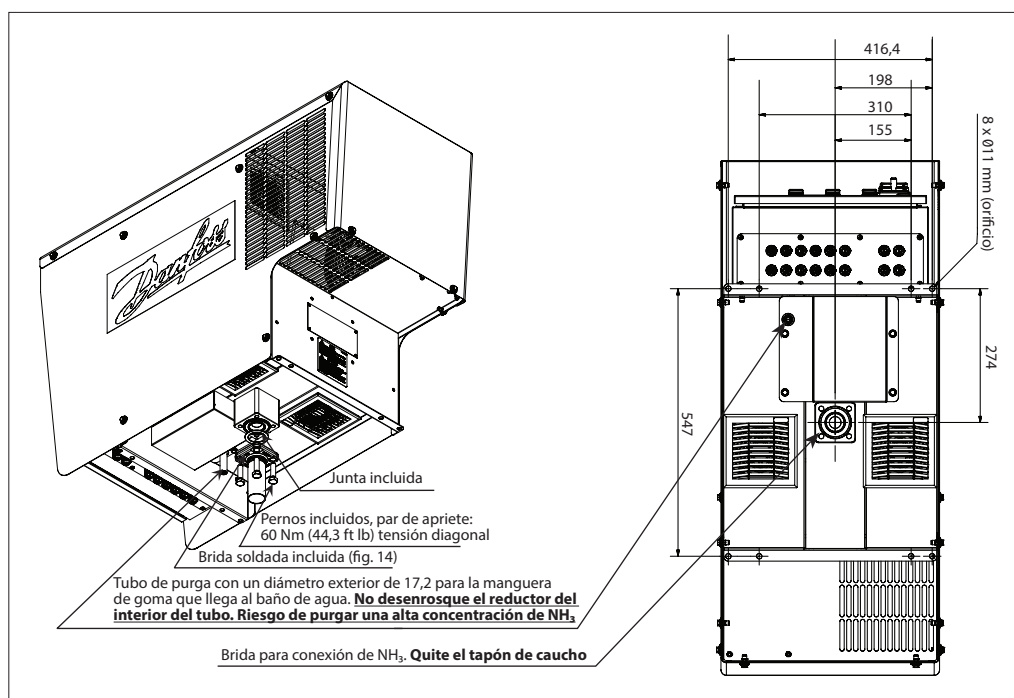
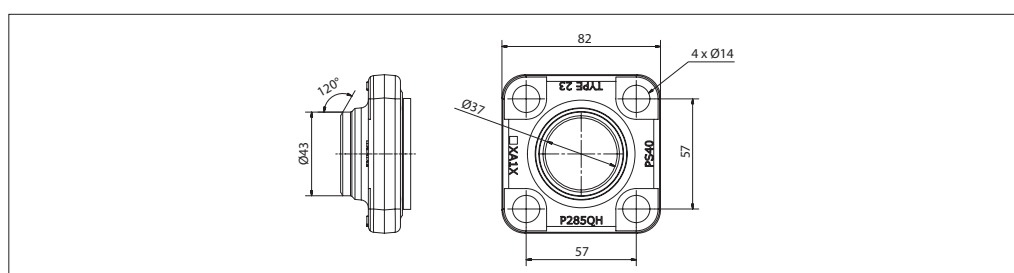

Fig. 13 Conexión de amoníaco
Fig. 14 Brida con soldadura incluida
1. Prepare el conducto de amoníaco con la brida soldada de acuerdo con lo dispuesto en la Fig. 13 y la Fig. 14. El tubo principal / de drenaje nunca debe tener un diámetro inferior a Ø37 mm (1,5 pulgadas).
3. Eleve el purgador hasta su posición utilizando las argollas de elevación situadas a cada lado del armario del purgador. **Retire el tapón de caucho de la abertura de la brida. Véase la Fig. 13.**